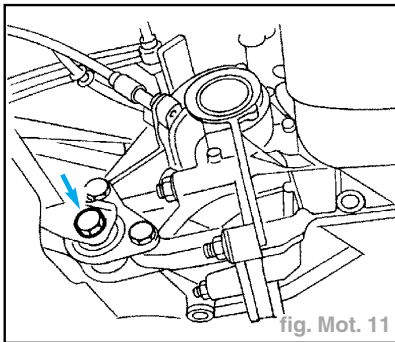

fig. Mot. 11
- Désassembler du différentiel le berceau moteur côté différentiel (fig. Mot. 11).